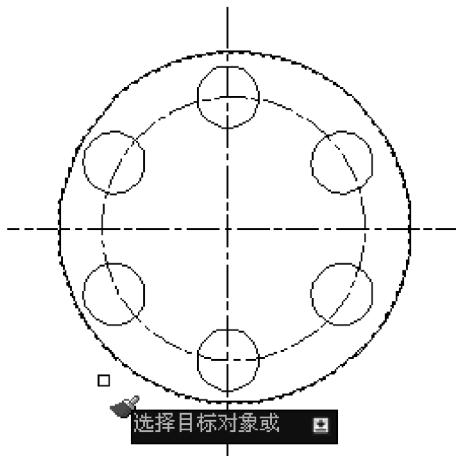

图 10-2 小圆匹配前
1) 激活命令后，命令行提示**【选择源对象】**，这时光标变为选择框，选择如图 10-2 所示的粗实线外圆作为源对象后，光标变成特性刷和选择框[¤]。